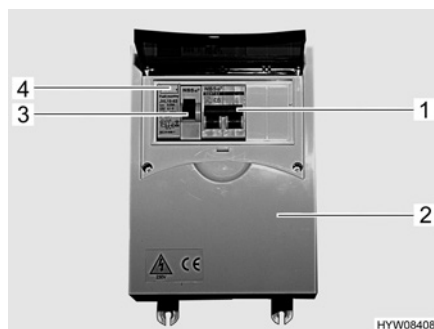

Fig. 73 Scatola dei fusibili a 230 V con interruttore di sicurezza e interruttore automatico FI
- Disattivare l'interruttore di sicurezza (Fig. 73,1) nella scatola dei fusibili (Fig. 73,2).
- Se il veicolo è collegato all'alimentazione a 230 V, premere il tasto di controllo (Fig. 73,4) dell'interruttore di sicurezza per correnti di guasto (interruttore automatico FI) (Fig. 73,3) nella scatola dei fusibili (Fig. 73,2). L'interruttore di sicurezza per correnti di guasto deve scattare.